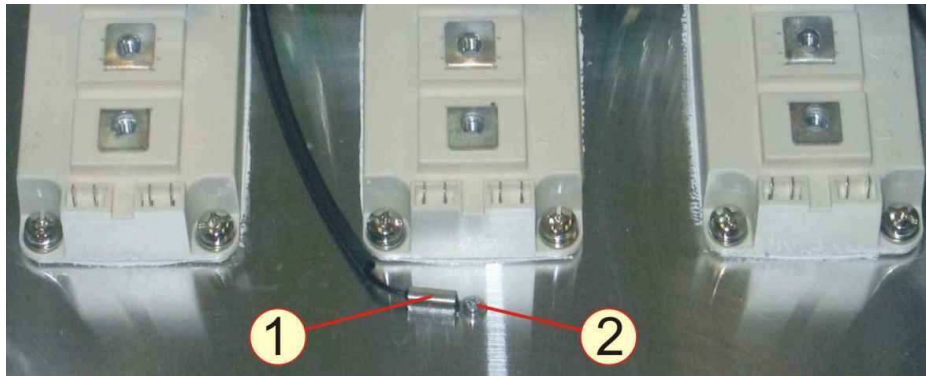

Рисунок 7.35
7.13.1. Взять термодатчик 2, закрепить его винтом 1 (рисунок 7.35).